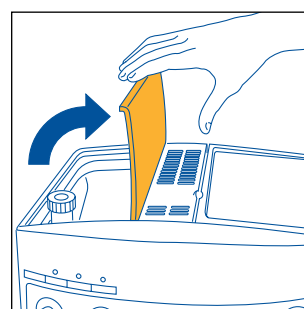

Fig. 2
- Aprire il coperchio del contenitore caffè in chicchi (fig.2).